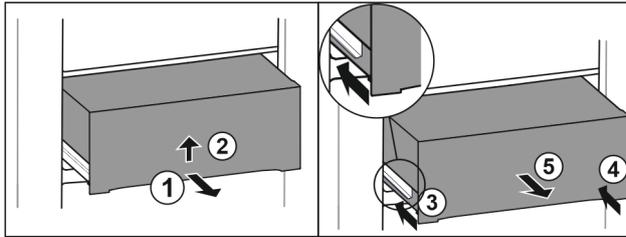

Fig. 32
- ▶ Predal izvlecite do polovice. Fig. 32 (1)
- ▶ Dvignite predal na spodnji strani. Fig. 32 (2)
- ▶ Vstavite levo vodilo. Fig. 32 (3)
- ▶ Vstavite desno vodilo. Fig. 32 (4)
- ▶ Predal vzemite ven v smeri naprej. Fig. 32 (5)